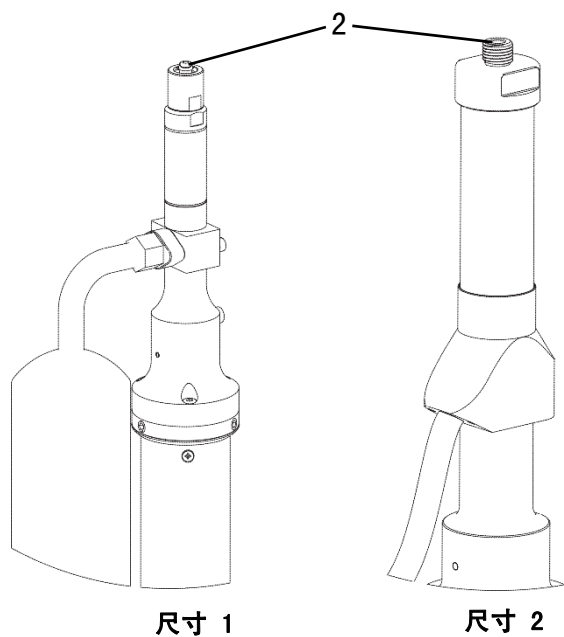

图 3
1. 按照图 3 中所示安装泵。
2. 启动该泵并泵送物料，直到物料流出出口并且其中没有空气为止 (2)。